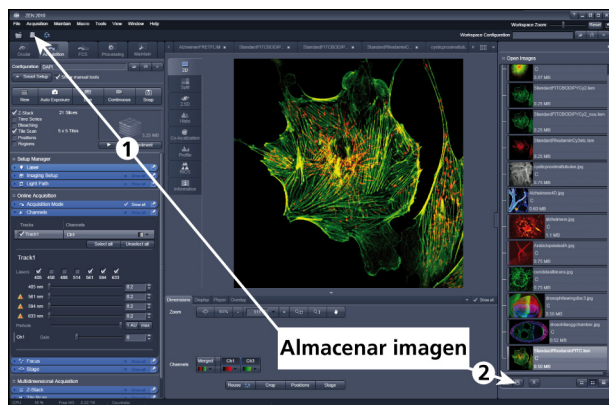

Fig. 38 Botones para el almacenamiento en ZEN
- Para almacenar las imágenes captadas o procesadas, pulse **Save** o **Save as** en el menú **File**, el botón  en el área **Main Toolbar** (Fig. 38/1) o el botón  en el área para **File Handling** abajo (Fig. 38/2).